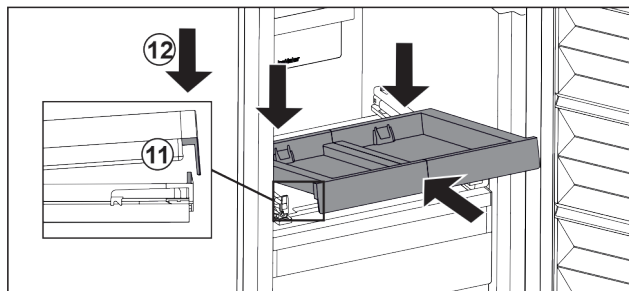

Fig. 108
- ▶ Šikmo zasuňte. Dbejte, aby byl na obou stranách doraz za západkou. Fig. 108 (11)
- ▶ Usadte vpředu vysouvací přihrádku. Fig. 108 (12)